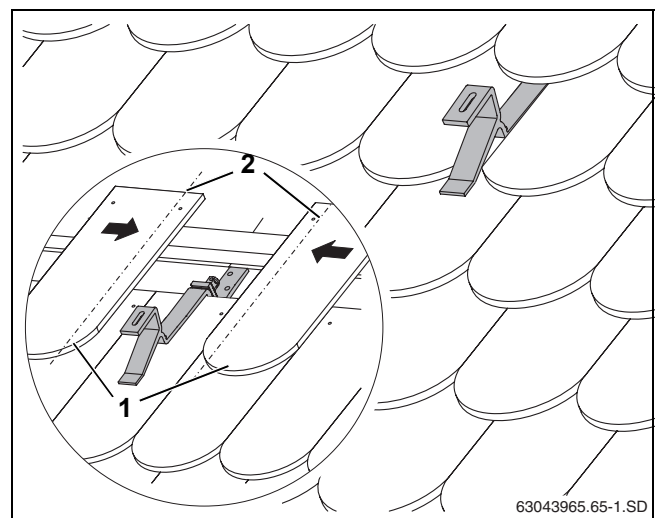

Fig. 19 Cârlig pe acoperiș învelit
- ▶ Secționati țiglele-solz existente (Fig. 19, [1]) (linia punctată, Fig. 19, [2]).